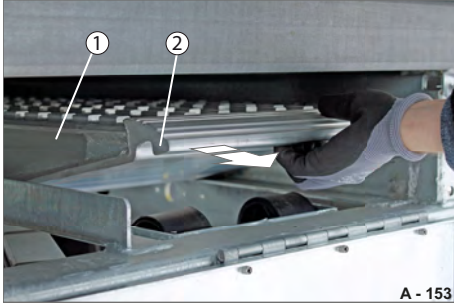

Abb. 163 Auffahrbohlen herausziehen
▶ Greifen Sie unter die Rille (Abb. 163/2) und ziehen Sie die Auffahrbohlen (Abb. 163/1) etwas heraus.